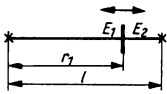

Bild 93
- 11.15** Für Meßzwecke soll die Lichtstärke einer Niedervoltglühlampe durch Vergleich mit einer geeichten Glühlampe (Lichtstärke 250 cd) ermittelt werden. Dazu werden beide Lampen auf einer optischen Bank angeordnet (Bild 93). Zwischen den beiden Lampen befindet sich ein verschiebbarer weißer Schirm, der durch geeignete Spiegelanordnungen gleichzeitig von beiden Seiten betrachtet werden kann. Der Schirm wird so lange verschoben, bis die Beleuchtungsstärke auf beiden Seiten gleich ist. Dabei ergeben sich folgende Werte: Abstand der beiden Lampen 1,50 m, Abstand des Schirmes von der geeichten Lampe bei Gleichheit der Beleuchtungsstärken 1,18 m. Berechnen Sie die Lichtstärke der zu eichenden Lampe.